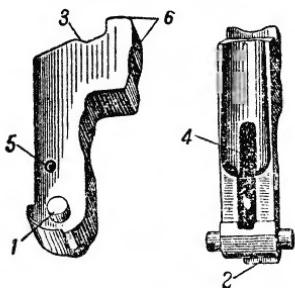

Рис. 31. Курок:
**32. Курок** (рис. 31) служит для нанесения удара по ударнику. Он имеет: цапфы для соединения со спусковой скобой; автоматический взвод для соединения с автоматическим спуском; боевой взвод для соединения с